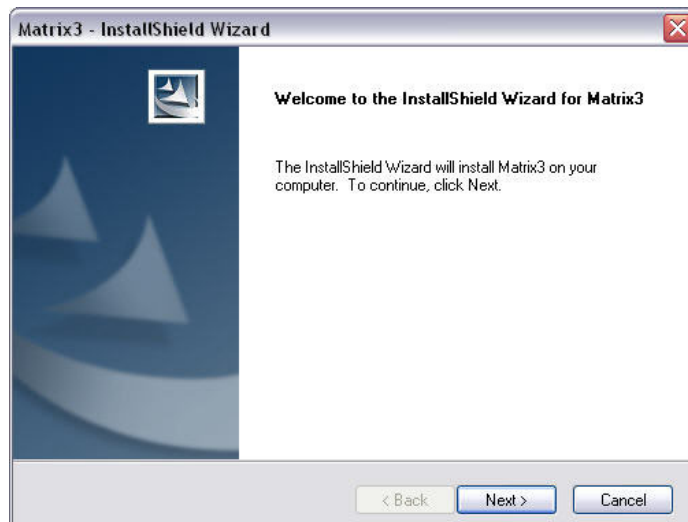

FIG. 17
10. Klik op VOLGENDE. De InstallShield Wizard voor Matrix3 begint de installatie (FIG. 17).